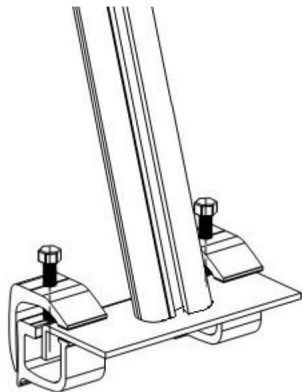

Figura 2
Montar la columna de soporte (11) en la plataforma del camión con fijación tipo C abrazadera (12) y apriete los tornillos. Como se muestra en la figura 2.